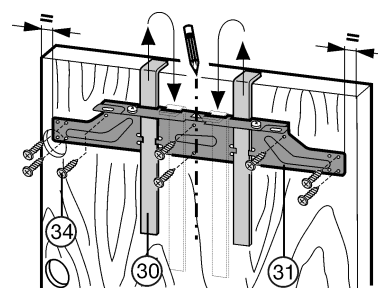

Fig. 20
- Bevestigingsdwarsstrip Fig. 20 (31) met de montagehulpstukken Fig. 20 (30) aan de binnenkant van de kastdeur hangen.
- Bevestigingsdwarsstrip Fig. 20 (31) centrisch uitlijnen: korte middenlijn op de kastdeur aangeven en daar overheen pijlpunt van de dwarsstrip aanbrengen.
- Bevestigingsdwarsstrip Fig. 20 (31) met ten minste 6 schroeven Fig. 20 (34) vastdraaien.
- Bevestigingsdwarsstrip Fig. 20 (31) met 4 schroeven Fig. 20 (34) aan de rand vastdraaien.
- Trek de montagehulpstukken Fig. 20 (30) naar boven eruit en schuif ze gedraaid in de ernaast gelegen opnameopeningen.